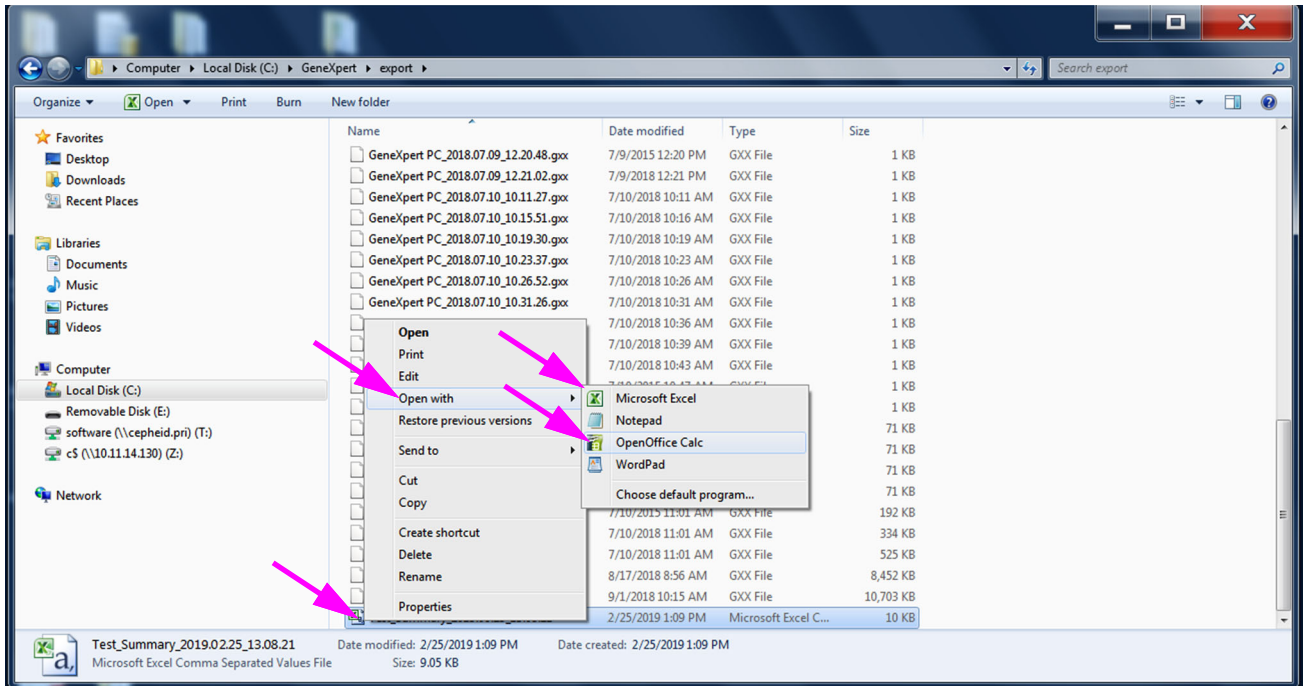
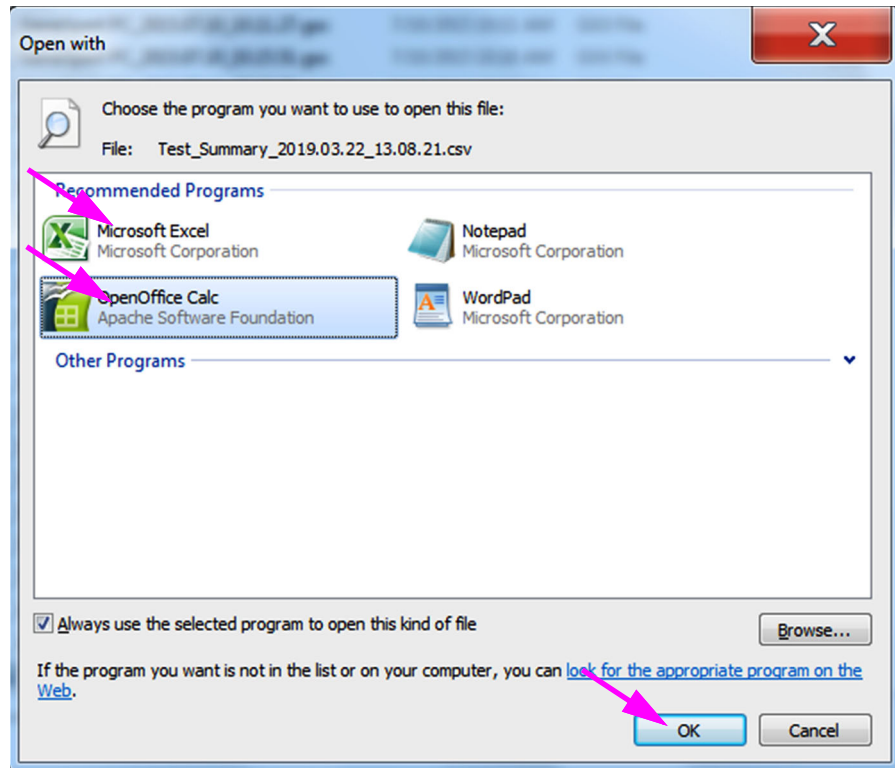

図 C-16. .csv ファイルを開くためのデフォルトプログラムの選択
図 C-17. テキストインポート画面、正しい設定を選択
3. **エクスポート (Export)** フォルダで、開きたい .csv ファイルを右クリックします。ドロップダウンメニューが表示されたら、**デフォルトプログラムの選択 ... (Choose default program...)** をクリックします (図 C-16 を参照)。「プログラムから開く (Open with)」ダイアログボックスが表示されます。図 C-17 を参照。